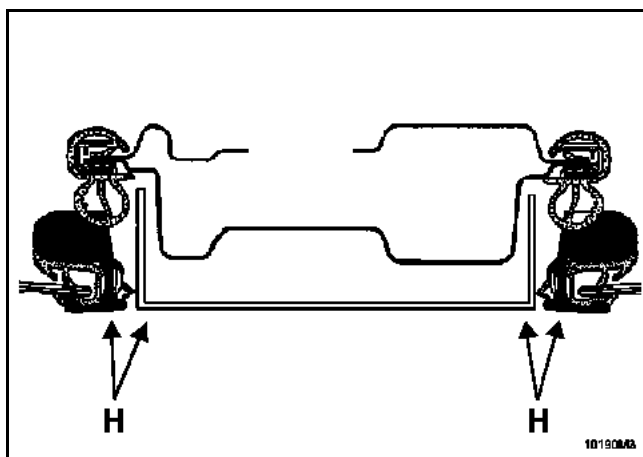

Рис. 6
- Удерживая на месте декоративную накладку средней стойки, затяните три крепежных болта, чтобы получить нужную глубину/высоту (H) западания/выступания элементов (рис. 6).